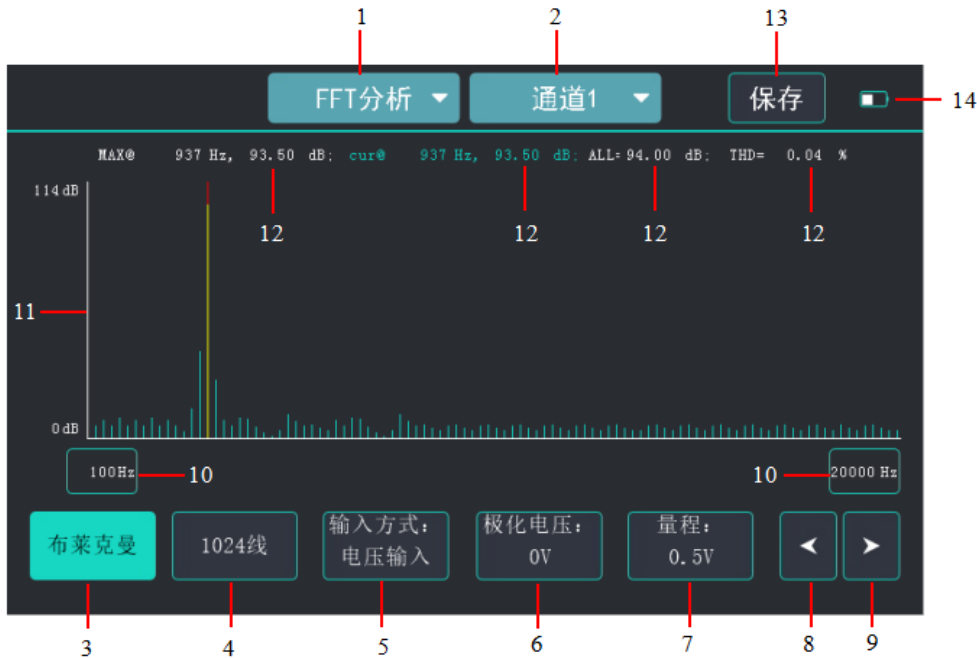

图 4.5 FFT 分析界面
将“测量模式”按键 (1) 切换到“FFT 分析”，FFT 分析界面如图 4.5 所示。